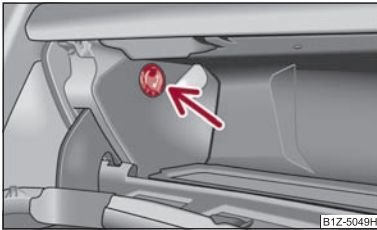

Fig. 89 Sertar: Răcirea
- Deschideți, respectiv închideți răcirea de la întrerupătorul ⇒ fig. 89.